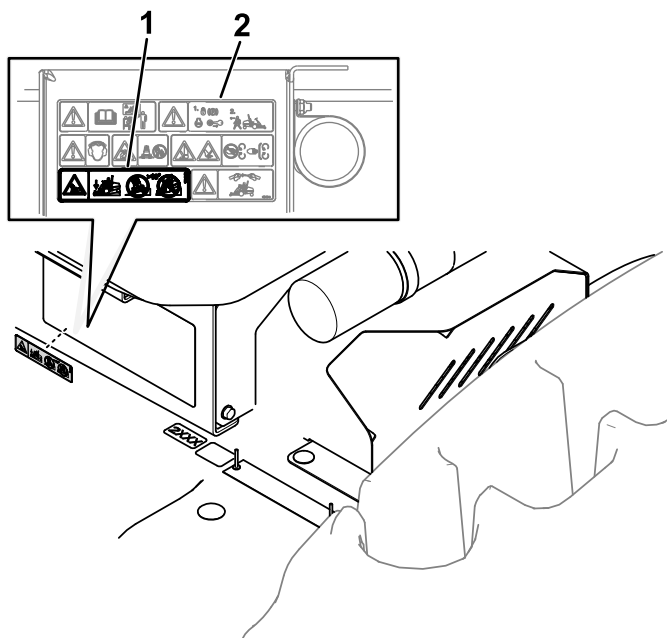

Figura 14
3. Aplique sobre la zona de la calcomanía de advertencia, como se muestra en la Figura 14.
Importante: Asegúrese de que la superficie de aplicación indicada en la Figura 14 está limpia y seca antes de aplicar la calcomanía.